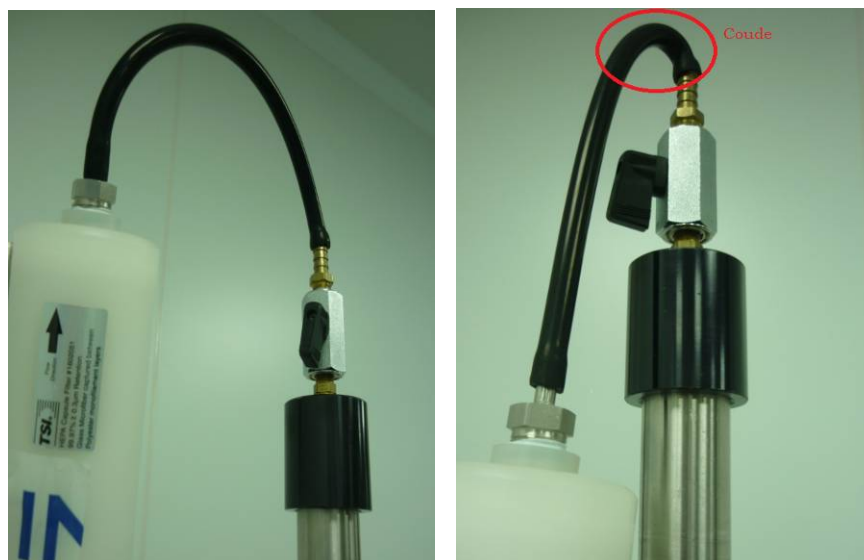

Figure 5 : image 1 : bonne pratique / image 2 : mauvaises pratiques car le débit est bloqué par le coude
- ➔ Lors de cette manipulation, il peut arriver que l'UFP 3031 se mette en défaut par la création d'une dépression liée à la perte de charge. La barre d'état située en haut de l'écran passe alors de la couleur verte à la couleur rouge. Dans ce cas, il est nécessaire de s'assurer de ne pas bloquer complètement le débit, comme par exemple en pliant le tube situé entre le filtre et l'adaptateur, ce qui pourrait endommager l'appareil (Figure 5).